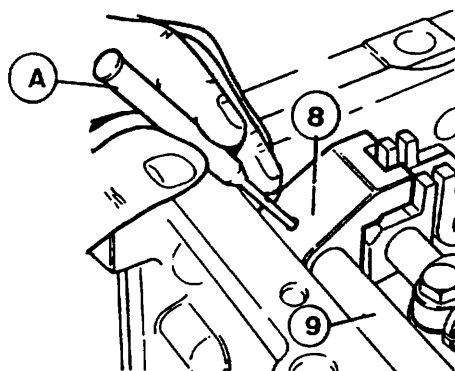

Fig. 3C.5-8
Desmante el tornillo (10) que fija la horquilla selectora de 3a.-4a. velocidad a su eje selector (ver Fig. 3C.5-4)